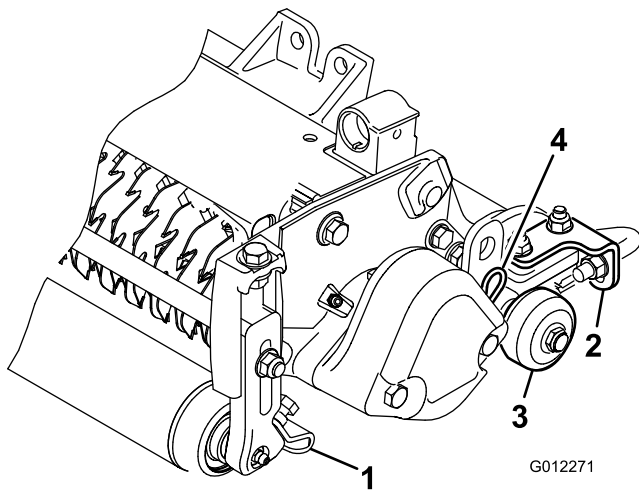

Figure 6
1. Desserrez les écrous à embase qui fixent les racloirs de rouleaux (Figure 6).
Avant d'abaisser les verticutters au sol ou de les déposer du groupe de déplacement, abaissez les rouleaux de transport (Figure 6) pour ne pas endommager les lames au contact de la surface dure.